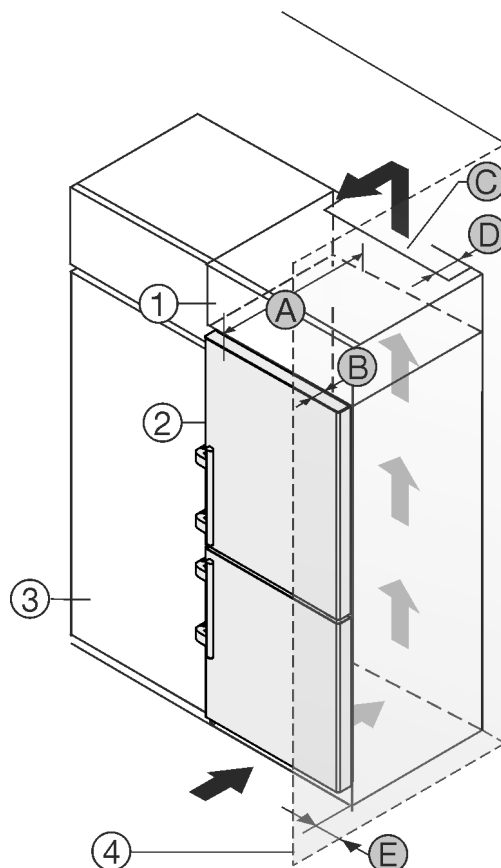

Fig. 2
- (1) Rátétszekrény * (B) Ajtó mélysége *
- (2) Készülék * (C) Szellőzés keresztmet-szete *
- (3) Konyhaszekrény * (D) Készülék hátsó oldalának távolsága *
- (4) Fal * (E) Távolság a készülék oldalától *
- (A) Készülék mélysége *
A készülék közvetlenül a konyhaszekrény Fig. 2 (3) mellé állítható.*
A rátétszekrény hátoldalán egy megadott mélységű Fig. 2 (D) szellőzőaknát kell kialakítani a rátétszekrény teljes szélességében.*
A mennyezett alatt be kell tartani a szellőző keresztmet-szetet Fig. 2 (C).*
Ha a készüléket a zsanérjaival a fal Fig. 2 (4) mellé állítja fel, legalább 57 mm távolságot kell tartani a faltól. Ez a fogantyú túlnyúlásának felel meg, amikor kinyitja az ajtót.*
Ahhoz, hogy az ajtót teljesen ki tudja nyitni, a készüléknek a konyhaszekrény elülső oldalához képest legalább az ajtó mélységének Fig. 2 (B) megfelelően ki kell állnia. A konyhaszekrények Fig. 2 (3) mélységétől és a fali távtartók használatától függően a készülék nagyobb mértékben is túllóghat előre felé.*